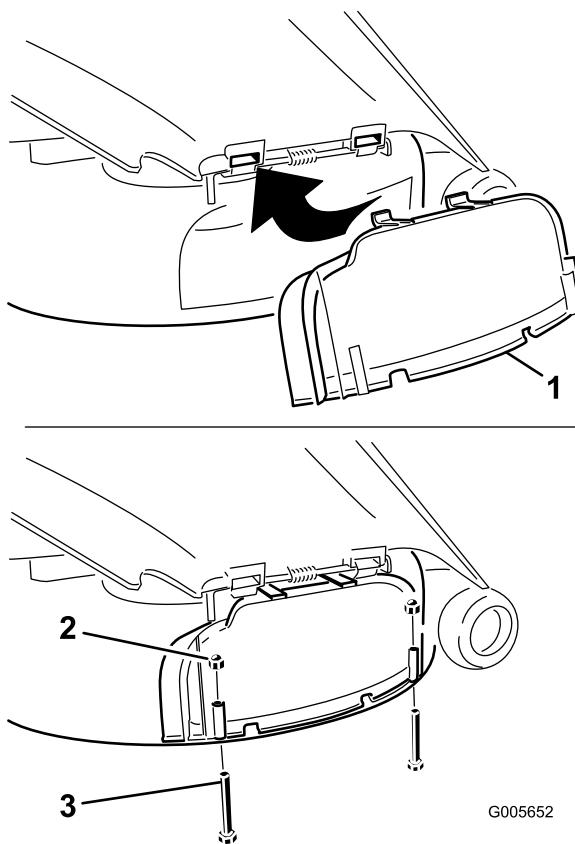

Figura 30
3. Eleve el deflector de hierba y deslice las escuadras de la parte superior de la tapa de descarga debajo de la varilla de retención del deflector de hierba. Gire hacia abajo la tapa de descarga sobre el orificio, hasta que descance sobre el borde inferior del cortacésped (Figura 30).